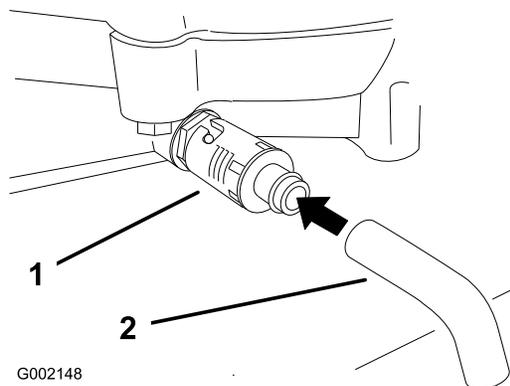

Figure 19
- Placez un bac sous la vidange. Tournez le robinet de vidange d'huile pour permettre à l'huile de s'écouler (Figure 19).